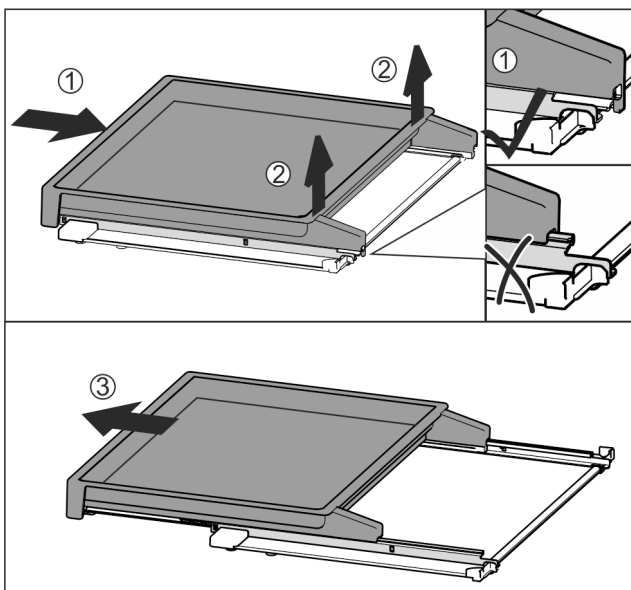

Fig. 112
- ▶ Auszugsbord vollständig einschieben *Fig. 112 (1)*.
- ▶ Verrastung an hinterer Seite lösen *Fig. 112 (2)*.
- ▶ Auszugsbord nach vorne herausnehmen *Fig. 112 (3)*.